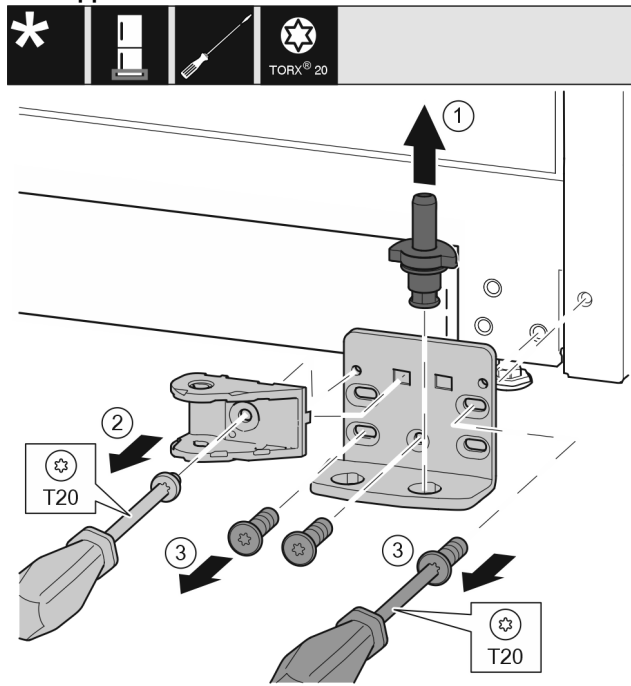

Fig. 34 *
- Trekk lagerbolten komplett opp og av. Fig. 34 (1)*
- Skru ut skruen med skrutrekker T20, og ta av lukkedemperforbindelsen. Fig. 34 (2)*
- Skru ut skruene med skrutrekker T20, og ta av lagerbukken. Fig. 34 (3)*